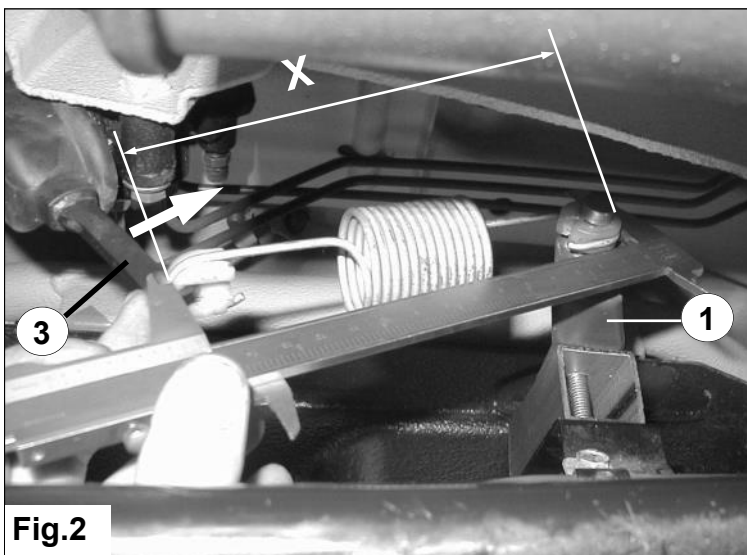

Fig.2
3. Duw beugel **3** spelingsvrij in de richting van de pijl en stel de LAR af met beugel **1** zodat: **X=153 mm** Zie fig. 2.
3. Drücken Sie den Bügel **3** so weit wie möglich im Richtung der Pfeile und stellen Sie den ALB mit Bugel **1** so ein daß **X=153 mm**. Siehe fig. 2.
3. Push the bracket **3** as far as possible in the direction of the arrow and adjust the LSV with bracket **1** so that **X=153 mm**. See fig. 2.
3. Poussez la patte de fixation **3** le plus loin possible dans le sens de la flèche et réglez le CFA de façon avec fixation **1** à ce que **X = 153 mm**. Voir fig. 2.